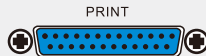

图2 颜色设置
按主界面上的⑨颜色选择，可以选择各通道的颜色，按下该键跳出如图2对话框，选择好颜色按确定即可。